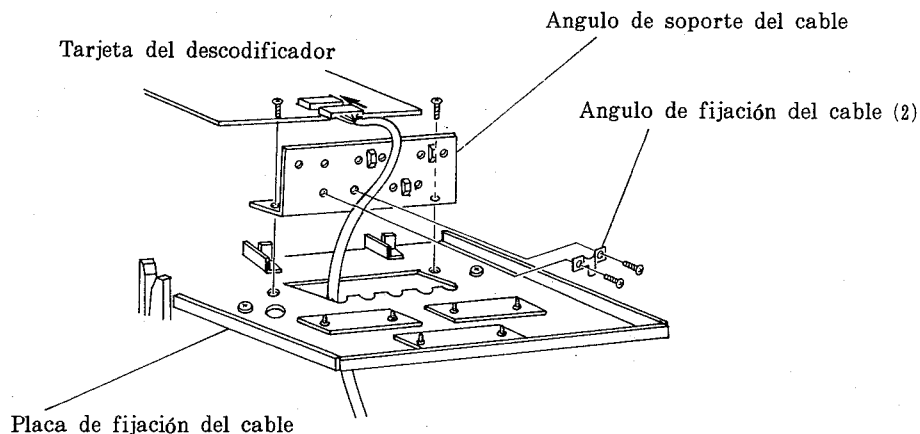

Figura 50
- (7) Como se muestra en la figura 50 de arriba, inserte el cable del explorador manual en el orificio en la placa de fijación del cable desde el lado inferior, y conéctelo a la tarjeta del decodificador.
- (8) Utilice el ángulo de fijación del cable (2) para fijar el cable del explorador manual en el ángulo de soporte del cable. (Vea la figura 50 de arriba.)
- (9) Monte el ángulo de soporte del cable en la placa de fijación del cable como se hizo antes.
- (10) Invierta el procedimiento (2) para colocar de nuevo la cubierta posterior.